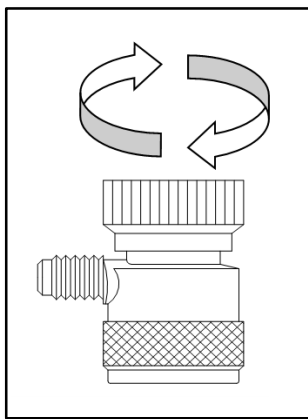

Figure 1
Les raccords rapides avec verrouillage de sécurité (**ROUGE** et **BLEU**) doivent être ouverts en tournant les molettes dans le sens indiqué à la Figure 1:
8. Ouvrez les raccords rapides (voir Figure 1).